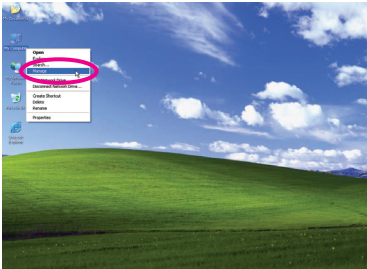
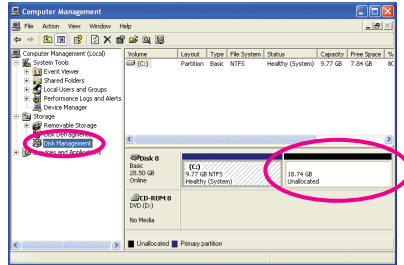

図 4
図 5
4. オペレーティングシステムのインストール後、デスクトップの**マイコンピュータ**アイコンを右クリックし、**管理**を選択します(図4)。**コンピュータ管理**に移動して、ディスクの割り当てをチェックします。Xpress Recovery2はバックアップファイルを割り当てられていないスペースに保存します(上の黒いストライプ)(図5)。割り当てられていないスペースが不十分だと、Xpress Recovery2はバックアップファイルを保存できません。